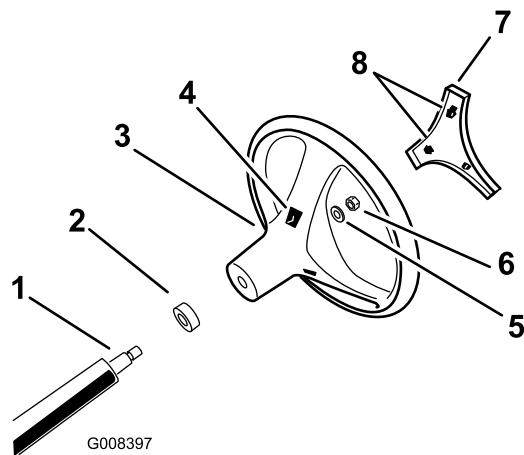

Bild 3
1. Lösen Sie durch die Öffnungen an der Rückseite des Lenkrads die Sperrnasen der mittleren Abdeckung und nehmen Sie die Abdeckung vom Lenkrad ab (Bild 3).
2. Entfernen Sie die Sicherungsmutter und Scheibe von der Lenkwelle (Bild 3).
3. Fluchten Sie das Lenkrad auf den Rillen der Lenkwelle aus (Bild 3).
4. Bringen Sie die Scheibe und das Gewinde der Sicherungsmutter auf der Lenkwelle an (Bild 3).
6. Fluchten Sie die Sperrnasen der mittleren Abdeckung mit den Öffnungen im Lenkrad aus und drücken Sie die Abdeckung auf das Lenkrad, bis die Sperrnasen einrasten (Bild 3).